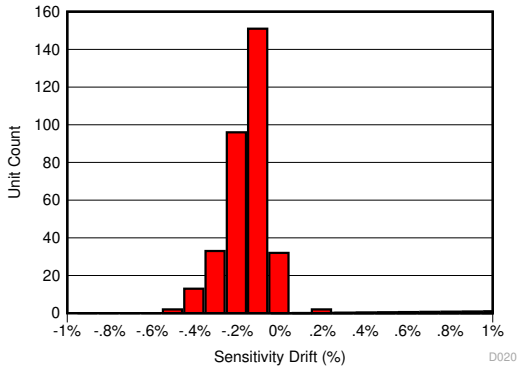
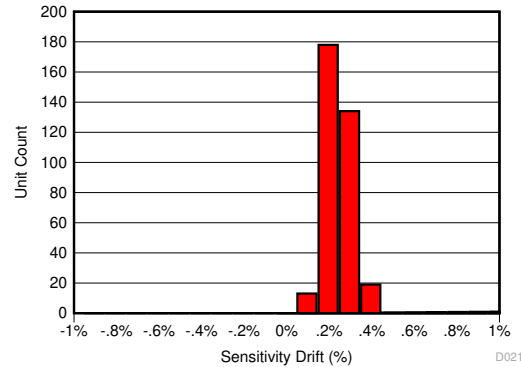
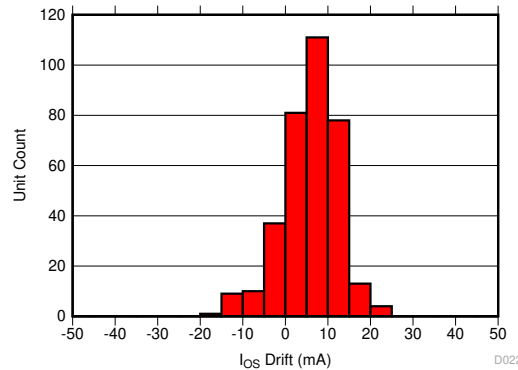

图 9-1. 130°C、85% RH HAST 后的灵敏度误差
图 9-2. AEC-Q100 高温工作寿命应力测试后的灵敏度误差漂移
图 9-3. AEC-Q100 高温工作寿命应力测试后的以输入为基准的失调漂移
内。图 9-1 展示了在进行最坏情况应力测试 (即 130°C 和 85% 相对湿度 (RH) 条件下的高加速应力测试 (HAST)) 后的总灵敏度误差, 而图 9-2 和图 9-3 展示了在进行 AEC-Q100 规定的 1000 小时、125°C 高温工作寿命应力测试后的灵敏度和失调误差漂移。该测试模拟了典型的器件寿命操作, 表明与典型的磁传感器相比, 老化导致的可能的器件性能变化得到了极大的改善。